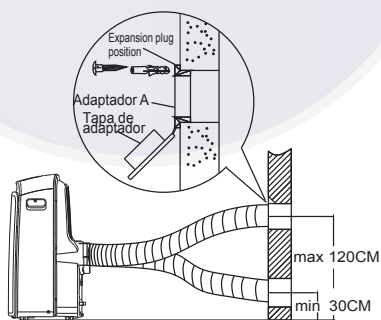

Fig. 18
1. Prepare un agujero en la pared. Instale el adaptador A de escape de pared en la pared (afuera) utilizando 4 expansores y tornillos de madera, asegúrese de fijar a fondo. (Ver Fig. 18)